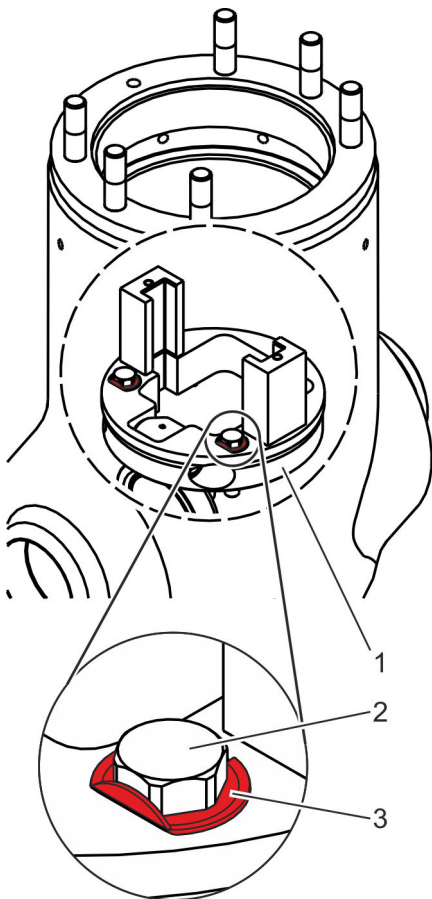

Abb. 51: Durchsicht in das Gehäuse
2. ➤ Scheiben (Abb. 51/3) geradebiegen.
Befestigungsschrauben (Abb. 51/2) lösen und samt Scheiben (Abb. 51/3) aus dem Haltering (Abb. 51/1) entfernen.